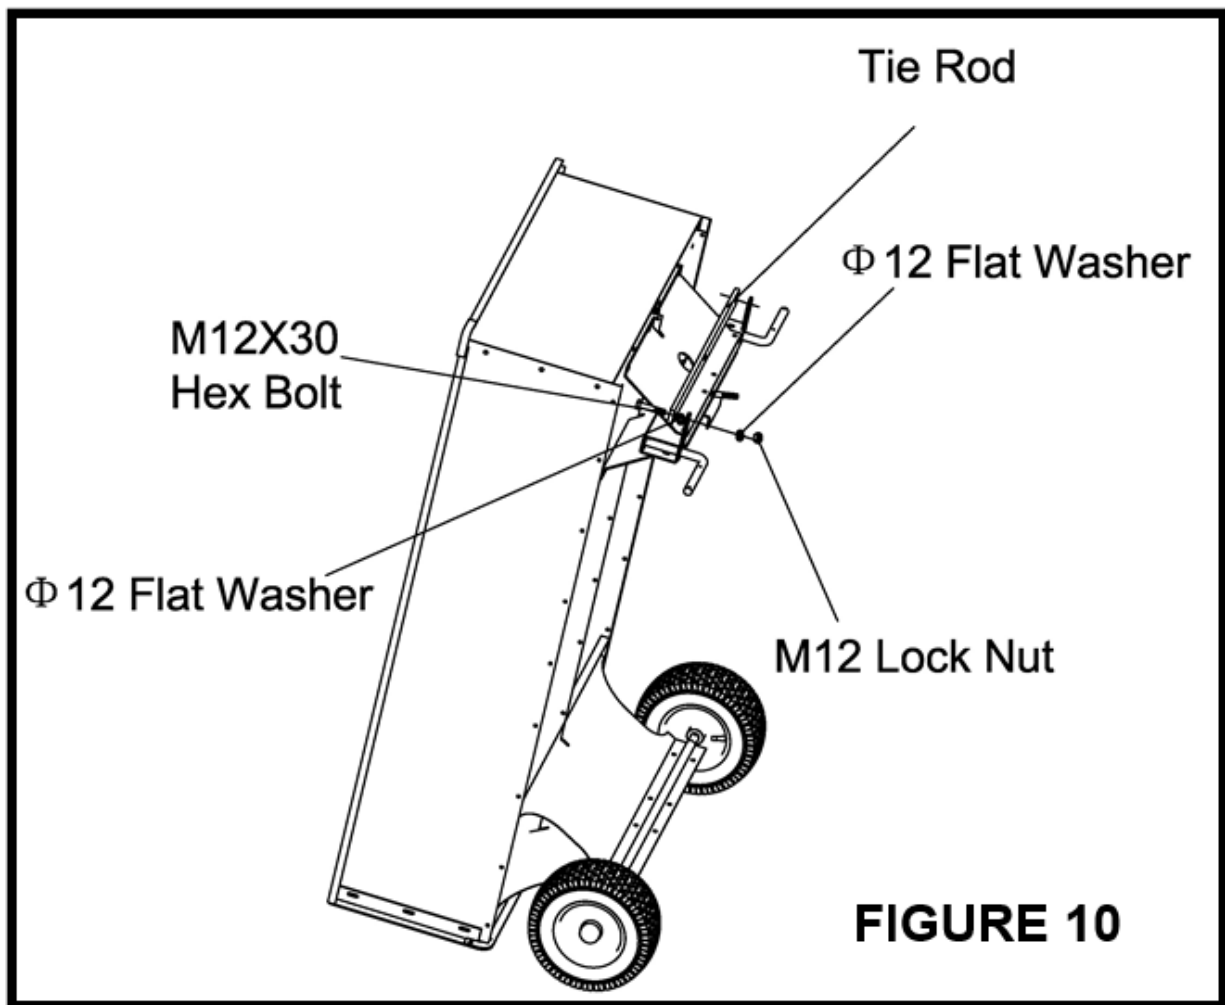

Abbildung 10
24. Befestigen Sie die Spurstange mit zwei M12X30 Sechskantschrauben, vier Ø12 Unterlegscheiben und zwei M12 Sechskant-Sicherungsmuttern an den Achsenbolzen. Ziehen Sie die Schrauben fest an, lassen Sie jedoch genügend Spiel, damit sich die Bolzen noch drehen können. Siehe **Abbildung 10**.